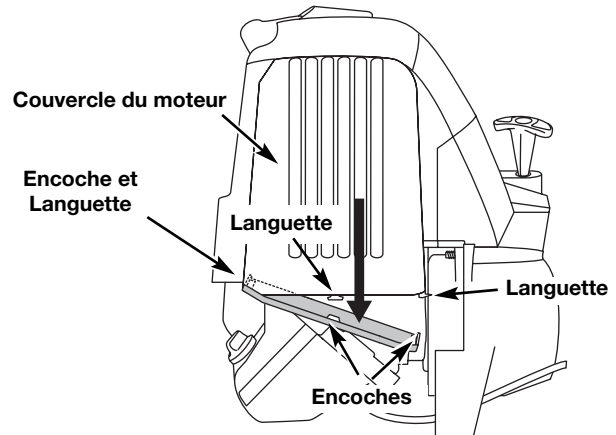

Fig. 30
1. Retirez le couvercle du silencieux en appuyant sur le coin à l'aide d'un tournevis à lame plate (Fig. 30). Glissez les encoches sur les côtés du couvercle par-dessus les languettes du couvercle du
13. Remplacez le couvercle du silencieux. Glissez avec un déclic les encoches sur les côtés du couvercle par-dessus les languettes du couvercle du moteur (Fig. 30).